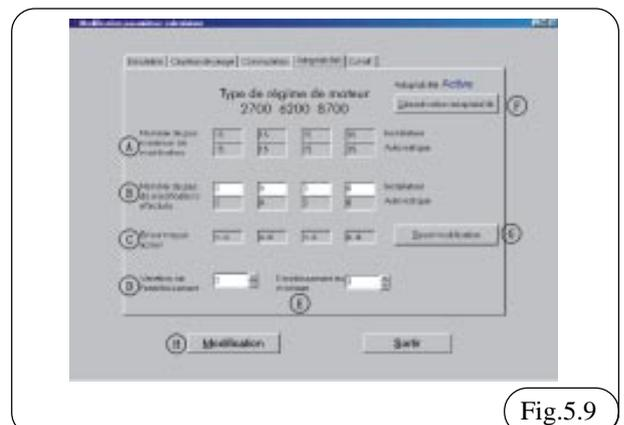

Fig.5.9
La page de l'adaptabilité (fig 5.9) permet:
Le calculateur LIS calcule une moyenne du facteur de correction appliqué, subdivisé par intervalles de chargement moteur, que l'on peut visualiser dans la page ADAPTABILITE / ECARTEMENT MOYEN ACTUEL (C) fig. 5.9.
Si un des cas énoncés fig 5.9 se réalise, il est possible d'intervenir en insérant une valeur ECARTEMENT MOYEN ACTUEL (1) de la première colonne, dans la case option PAS DE MODIFICATION EFFECTUEE règles INSTALLATEUR (2). La même opération peut être accomplie pour la tranche entre 1300 et 3000 tours moteurs.